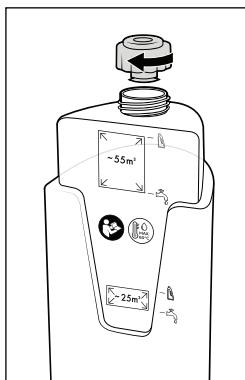

Rys. 8
- ◆ Do czyszczenia małych powierzchni (do 25 m2) nalewaj wodę kranową lub destylowaną tylko do pierwszego oznaczenia poziomu napełnienia w zbiorniku czystej wody ⑪ (patrz rys. 8).
- ◆ Do czyszczenia małych powierzchni (do 25 m2) nalewaj środek czyszczący do drugiego oznaczenia poziomu napełnienia w zbiorniku czystej wody ⑪ (patrz rys. 8).